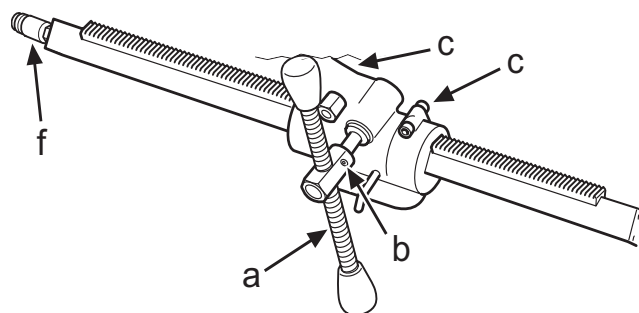

Fig.10
- För att flytta matarspaken (a) till motsatt sida lossa låsskruven (b) 6 mm insex fäste (Fig. 10).
- Glappet mot borrelaren kan justeras till ett minimalt spel med hjälp av 2 st skruvar (c) (Fig. 10).
- For at flytte fremføringsgrebet (a) til den modsatte side løsnes låseskruen (b) 6 mm unbrako (Fig. 10).
- Sløret mod boresøjlen kan justeres til et minimum ved hjælp af to skruer (c) (Fig. 10).
- For å flytte materspaken (a) til motsatt side løsnes låseskruen (b) 6 mm umbrakofeste (Fig. 10).
- Klaringen til borsøylen kan justeres til en minimal klaring ved hjelp av 2 stk. skruer (c) (Fig. 10).